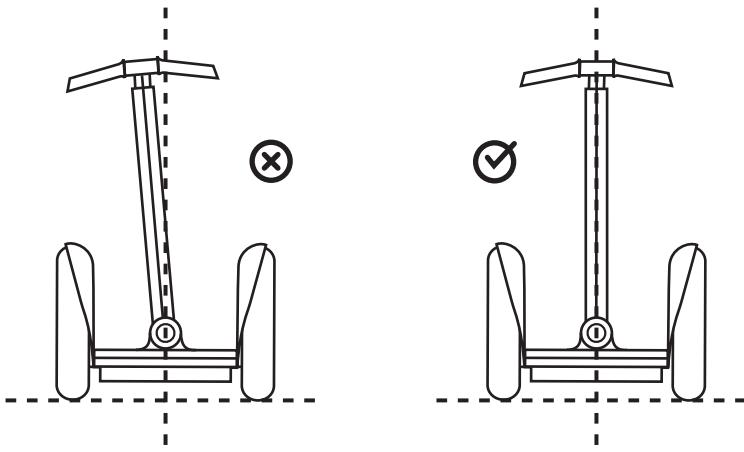

**Figura 4.** Verificare che il morsetto a cuneo sia installato con il lato curvo rivolto verso il basso
7. Se i morsetti a cuneo non sono installati, inserirli ora con il lato curvo rivolto in basso sui lati della base del montante LeanSteer, quindi serrare la vite, ma non a fondo. Vedere la Figura 4.